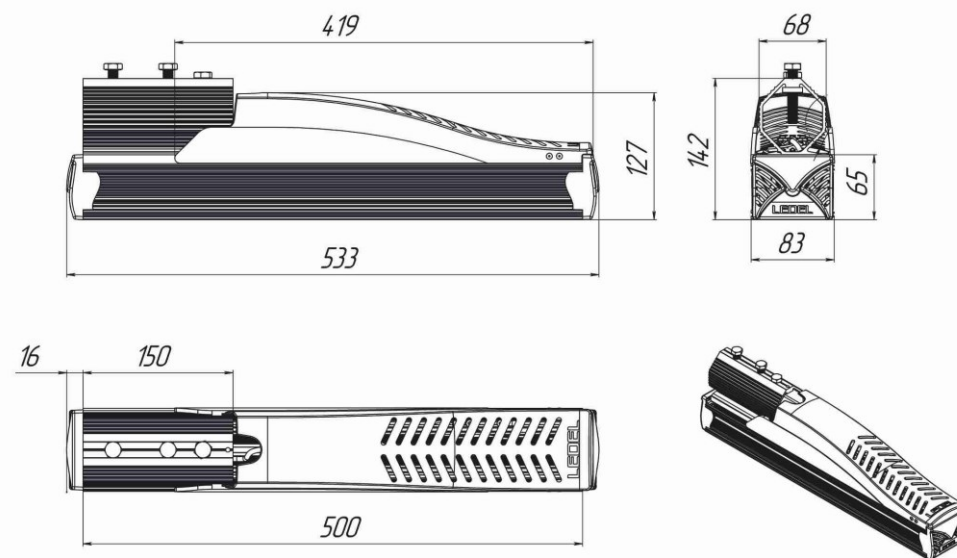

Рисунок 1 Габаритные размеры светильника «L-street 24»
- а) Ослабить фиксирующие болты (кроме ограничительного болта, см. рис. 1);